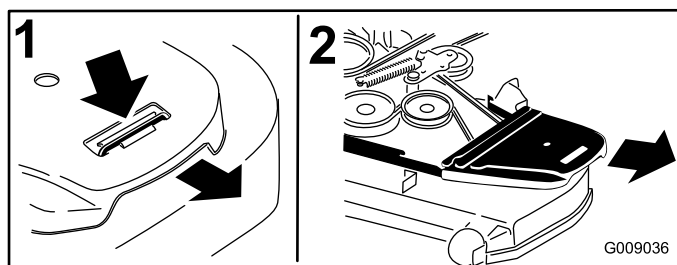

Figure 1
2. Déposez le protège-courroie droit (Figure 1).